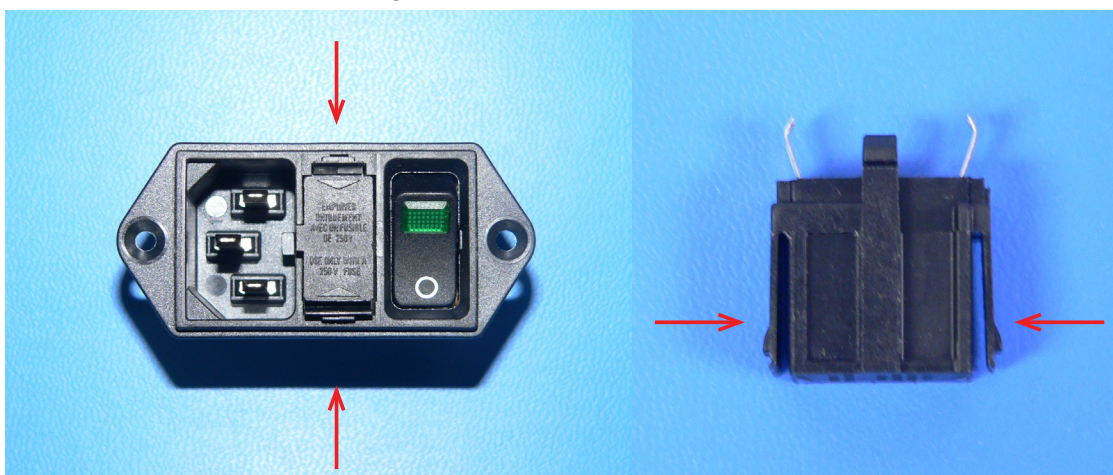

FIGURA 18: ABAS DA CAIXA DE FUSÍVEIS
2. Usando o alicate de bico longo, retire cuidadosamente a caixa de fusíveis do módulo de entrada de energia pressionando as abas da caixa de fusíveis nas ranhuras, conforme mostrado na Figura 18.